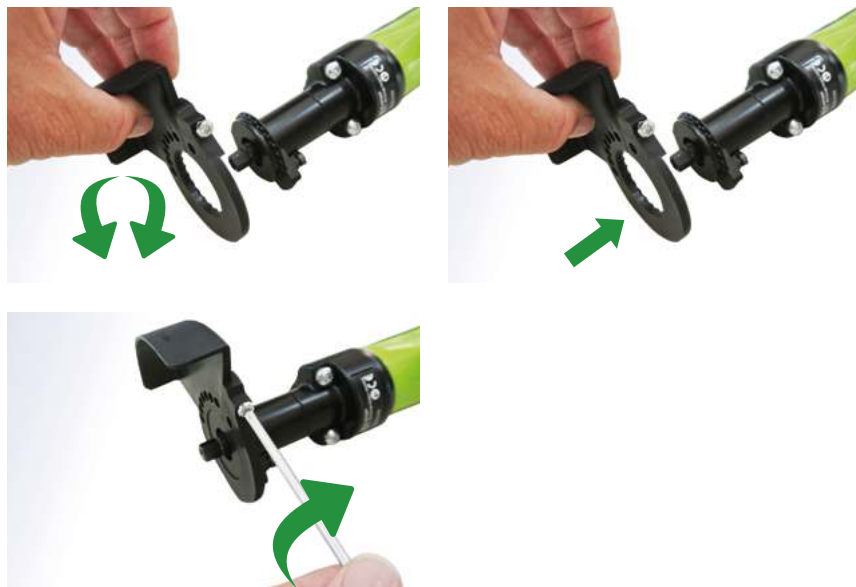

Fig. 2
- 6.4 Desconecte el suministro de aire comprimido y, a continuación, coloque la cinta MBX® de forma adecuada en la herramienta utilizando el adaptador adecuado (tenga en cuenta el sentido de la marcha). Ver Fig. 2